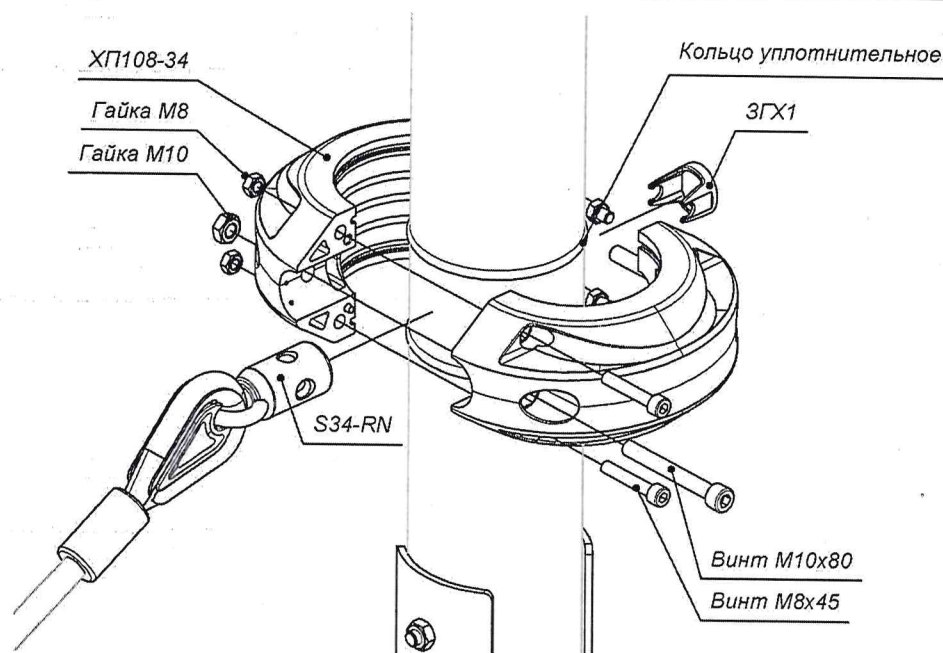
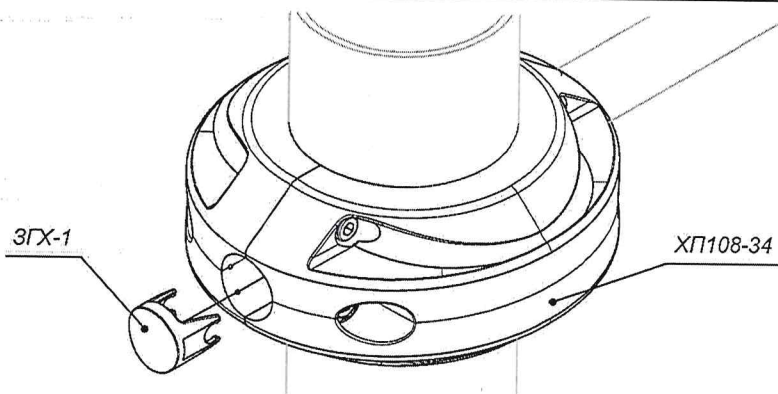

Рис. 8 Схема монтажа соединителем
Рис. 9 Установка заглушки в соединитель
6.7. Процесс монтажа с использованием соединителя ХП108-34 (Рис. 8 - Рис. 9):